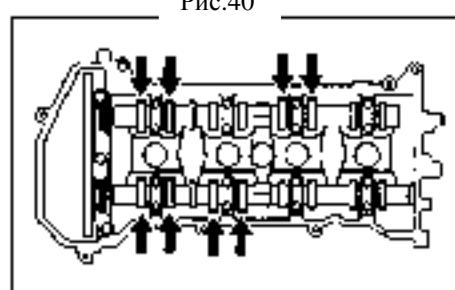

Рис.40
- 6. Проверьте зазор клапанов (рис.40,41).**